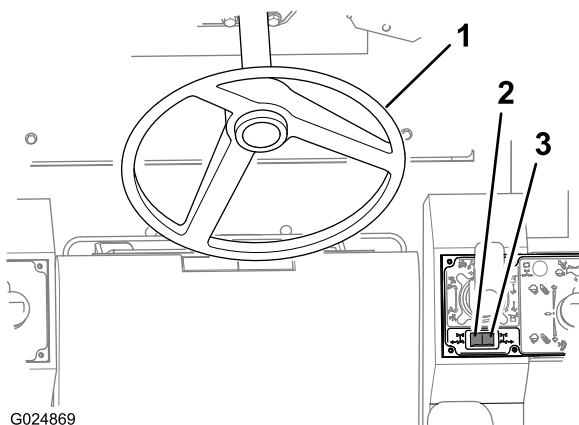

Рисунок 41
Используйте рулевое колесо для поворота передних колес (Рисунок 41).
- Нажмите на правую половину кулисного переключателя заднего рулевого управления (Рисунок 41), чтобы повернуть задние колеса вправо (поворот машины влево).
- Нажмите на левую половину кулисного переключателя заднего рулевого управления (Рисунок 41), чтобы повернуть задние колеса влево (поворот машины вправо).